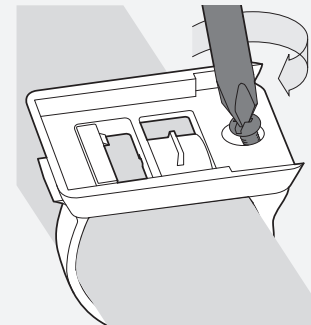

Figure 14. Serrer la vis.
6. Introduisez la vis et serrez-la juste assez pour que la base du compteur ne tourne plus sur le guidon (Figure 14). Ne pas serrez de façon excessive.